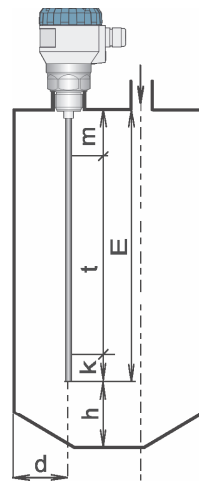

Abb. 1: Installation des Füllstandmessers mit Stabelektrode
- Wählen Sie einen möglichst großen Abstand mittig zwischen der Wand und dem senkrechten Einlass, siehe Abb. 1 und 2.
- Der maximale Messbereich ist durch die Elektrodenlänge mit Abzug der Totzone am Anfang und am Ende der Elektrode definiert, siehe Abb. 1 und 2. Dieser Bereich stellt gleichzeitig die Grundeinstellung des Füllstandmessers dar. Der maximale Messbereich kann automatisch, durch Erhöhung der Empfindlichkeit (siehe Tabelle auf der anderen Seite) oder manuell, durch den Benutzer, durch Änderung des Maximal- und Minimalfüllstandes bei Hindernissen nahe Ende oder besonders Anfang der Messelektrode reduziert werden.